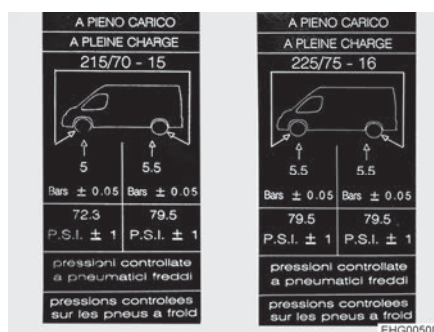

Fig. 132 Etichetta di avvertenza pressione degli pneumatici applicato su montante B (esempio)
- ▷ Le etichette con le indicazioni sulla pressione degli pneumatici richiesta sono applicate sull'interno del montante B (vedere Fig. 132).